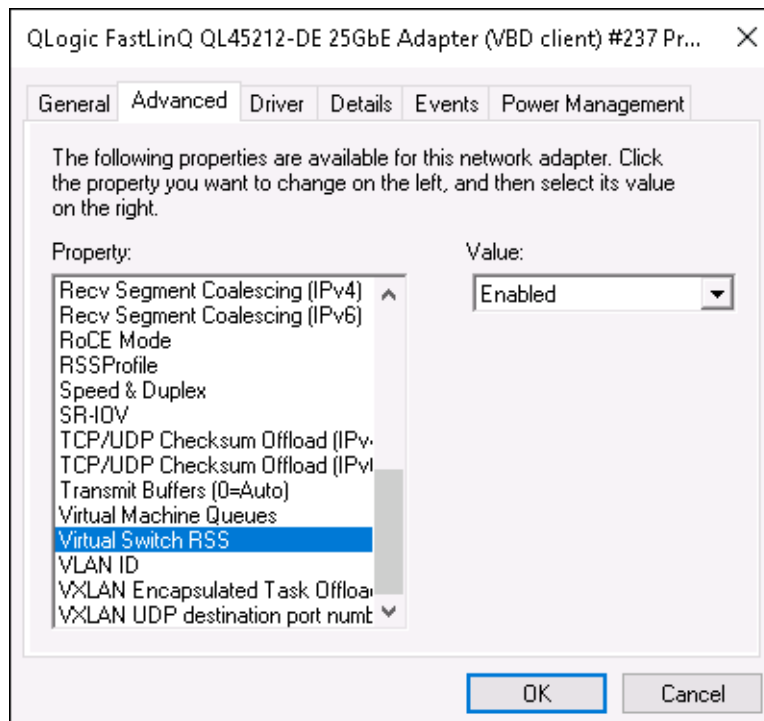

Figure 9-13. Propriétés avancées : Activation de RSS de commutateur virtuel
2. Sur la page Propriétés avancées de l'adaptateur (Figure 9-13), sous **Property** (Propriété), sélectionnez **Virtual Switch RSS** (RSS de commutateur virtuel), puis définissez la valeur sur **Enabled** (Activé).